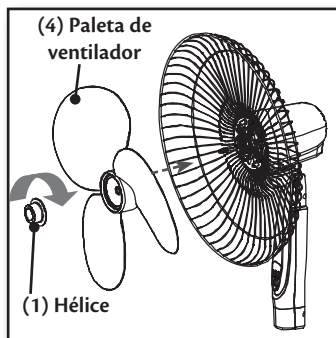

Figura 5.
5. Instale el aspa del ventilador (4) deslizándola sobre el eje del alojamiento del motor, alineando las aberturas de la parte posterior del aspa con los pines de retención del eje del motor. **Figura 5.**
6. Atornille la hélice (1) en el eje en sentido antihorario hasta asegurarla. **Figura 5.**